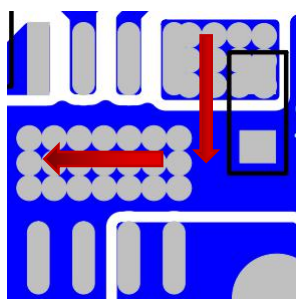

图 1
- 2.输入电容应尽可能靠近芯片管脚（VIN 和 GND）。输入电源引脚必须增加一个 0.1uF 的陶瓷电容以增强芯片的抗高频噪声能力。如图 1。